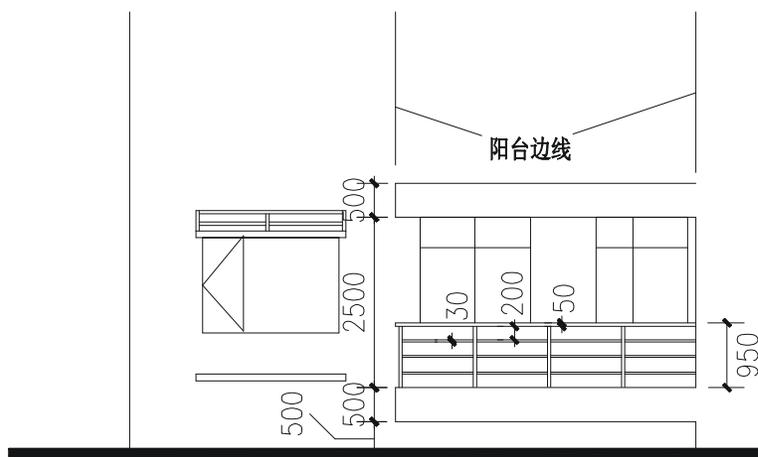

图 12-1-6
**STEP 09** 使用偏移命令 OFFSET 和修剪命令 TRIM 绘制左边阳台及栏杆，并剪掉阳台上的门被栏杆挡住的部分，如图 12-1-6 所示，再使用镜像命令 MIRROR 将其镜像一份放在右边。